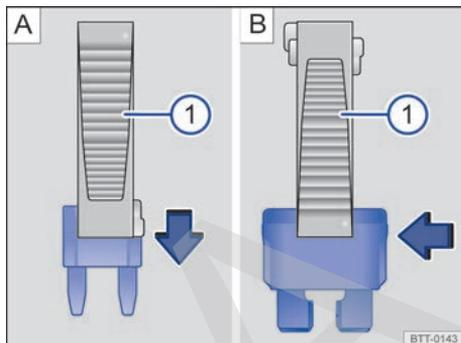

Fig. 170 Retirar o colocar un fusible con las pinzas de plástico ①.
- Dado el caso, retire la pinza de plástico ⇒ fig. 170 ① situada en la tapa de la caja de fusibles.
- En el caso de los *fusibles pequeños*, agárrelos con la pinza ① desde arriba **A**.